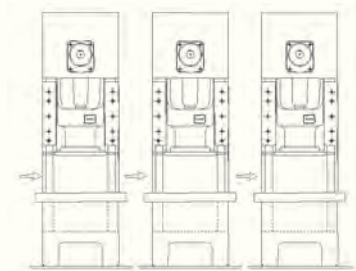

图11 传送冲压床生产线模具加工
- 3. 传送冲床生产线模具：**系多台汎用冲床连动构成之生产线，如图11所示。